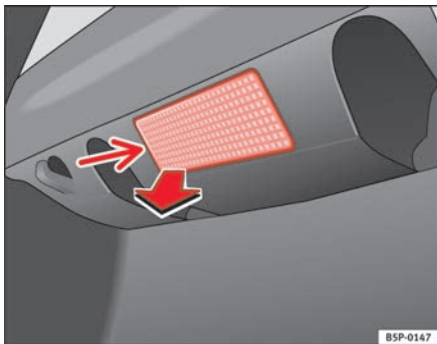

Abb. 160 Gepäckraumbeleuchtung
- Das Lampenglas der Glühlampe durch Druck mit einem Schraubendreher auf dessen Unterkante -Pfeil- abnehmen ⇒ Abb. 160.